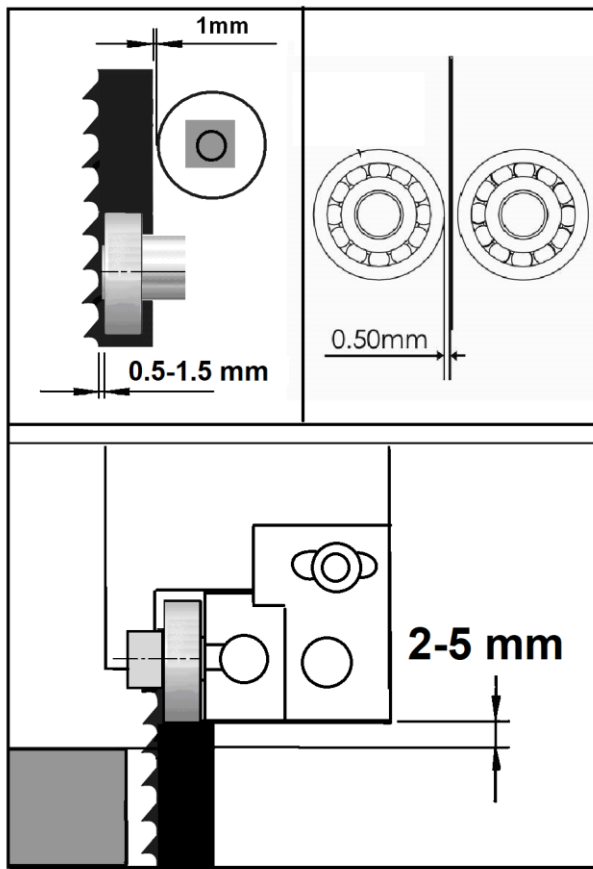

Рис.44
2. Отрегулируйте направляющий узел полотна таким образом, чтобы направляющие опоры находились чуть выше обрабатываемой детали (примерно на 5 мм), обеспечивая минимальное воздействие на лезвие. См. Рис. 44.